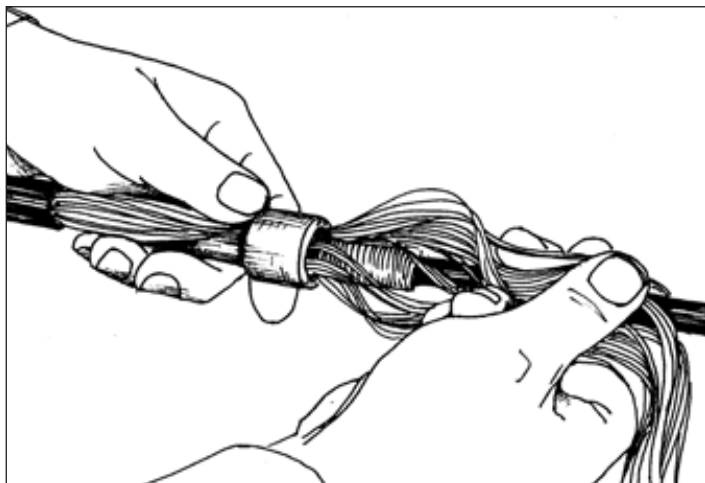

Рисунок 4.4 - Ввод нитей внутрь втулки конусной
4.1.10 Надвинуть на штуцер до упора втулку конусную, пропуская нити внутрь нее с максимальным натяжением (рисунок 4.4).